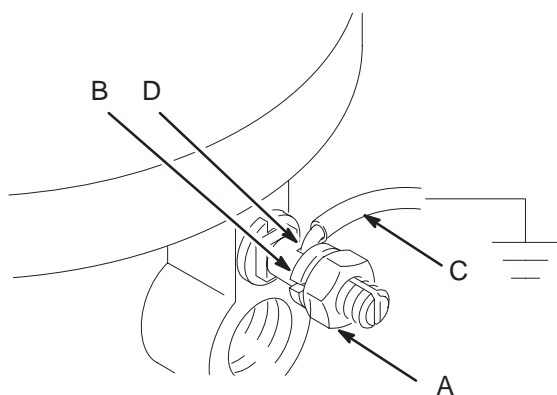

Fig. 1
- **Pompe:** Utiliser un fil et une pince de terre comme indiqué à la Fig. 1. Desserrer l'écrou (A) et la rondelle (B) de la borne de terre. Introduire l'une des extrémités d'un fil de terre (C) de 12 ga (1,5 mm2) minimum dans la fente de la borne (D) et serrer l'écrou à fond. Raccorder l'autre extrémité du fil à une véritable prise de terre. Pour commander, utiliser la réf. 103-538 pour la pince de terre et la réf. 208-950 pour le fil de terre.